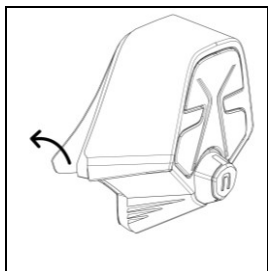

Fig. 4
- Remover a película protetora da fita adesiva (Fig. 4).